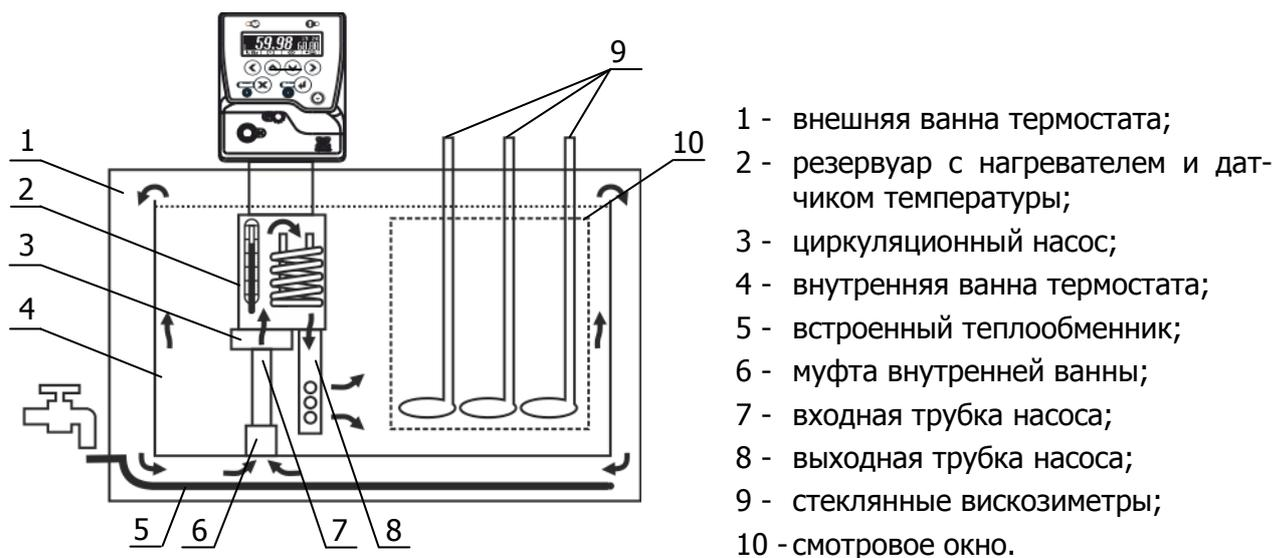

Рисунок 2 — Принцип работы термостата
1.4.5 Циркуляционный насос 3 блока регулирования температуры (рисунок 2) через входную трубку 7, вставленную в муфту 6, забирает теплоноситель из внешней ванны 1 и нагнетает его в резервуар 2 с нагревателем и датчиком температуры. В резервуаре температура теплоносителя регулируется и далее, через выходную трубку 8, теплоноситель поступает во внутреннюю ванну 4, а из нее, переливом через верхний край внутренней ванны, возвращается во внешнюю.